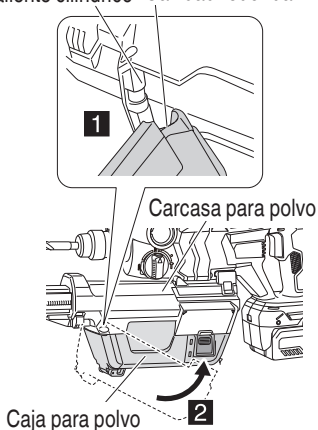

Fig. 23
- (4) Asegúrese de que el filtro esté colocado correctamente.
- (5) Coloque la caja para polvo en la carcasa para polvo. (Fig. 23)